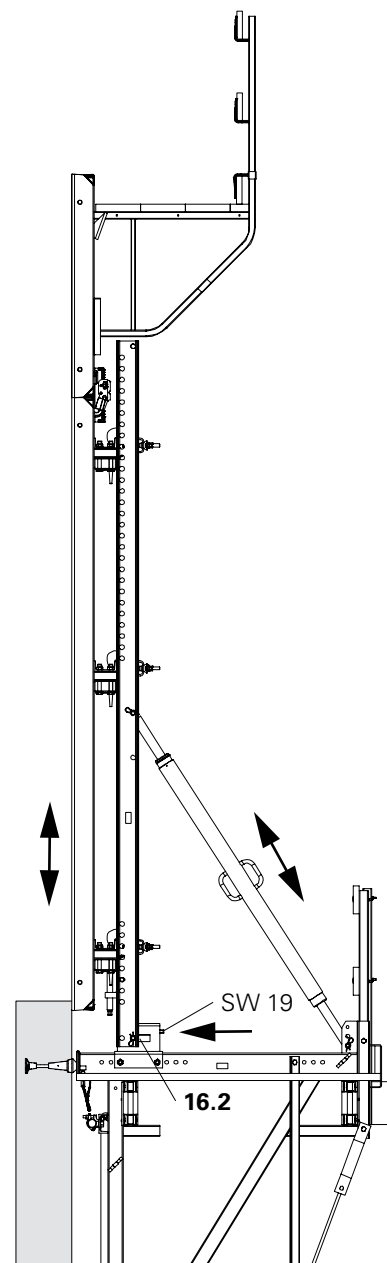

Fig. B2.31
10. Regolare la cassaforma, v. B3. (Fig. B2.31)